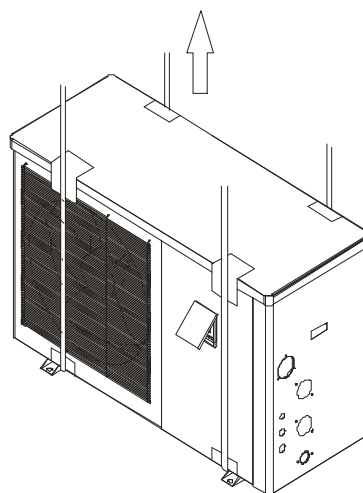

Рисунок 5 Схема підйому
- Для переміщення блоку використовуйте чотири або більше м'яких підйомних ременів (див.Рисунок 5).
- Не можна переносити, переміщати та піднімати прилад, тримаючись за трубу подачі та відведення води: використовуйте лише отвори на балці основи (див. рис. 5).